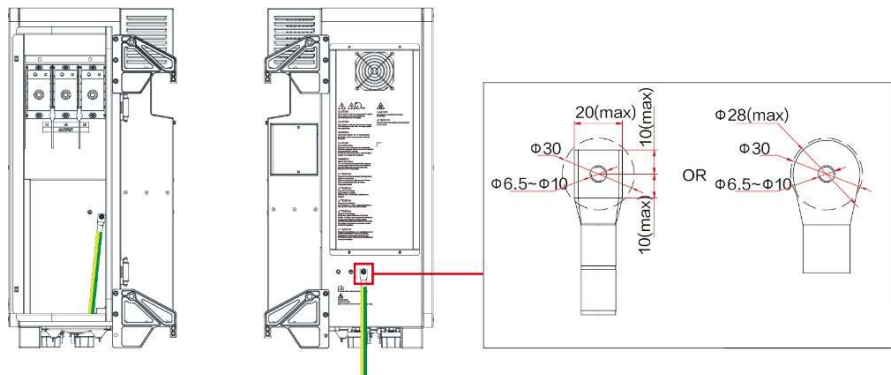

Figura 4-5 Métodos de conexión a tierra
- Conexión a tierra interna: conecte el cable PE al orificio de conexión a tierra interno situado en la parte inferior derecha del terminal de CA, como se muestra en la Figura 4-5 a la izquierda (consulte la sección 4.4.2).
- Conexión a tierra externa: conecte el cable PE al punto PE externo situado en la parte inferior de la máquina, junto al puerto CA, como se muestra en la Figura 4-5 de la derecha. **Nota:** Después del cableado, la posición de la conexión a tierra externa debe recubrirse con pegamento o pintura para mejorar la resistencia a la corrosión.